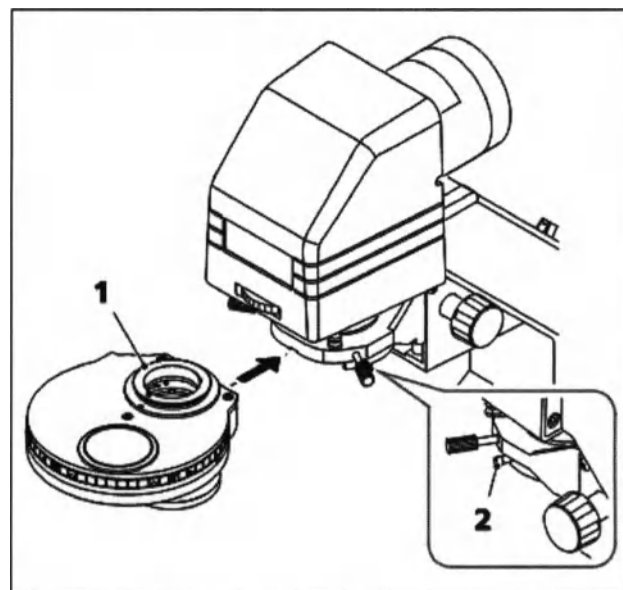

Рис. 31
- Установите конденсор (рис. 31/1) в держатель осветителя для работы в проходящем свете креплением типа «ласточкин хвост» вверх. Убедитесь, что направляющий штифт на конденсоре находится спереди и точно попадает в направляющий паз на гнездо конденсора.
- Закрепите конденсор зажимным винтом (рис. 31/2).